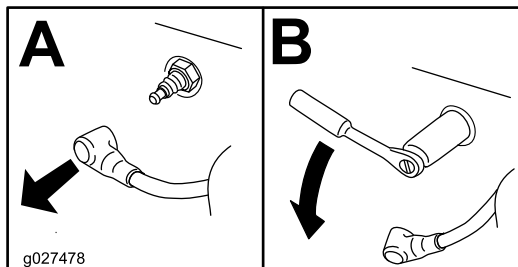

Рисунок 49
- Снимите свечу зажигания (Рисунок 49).